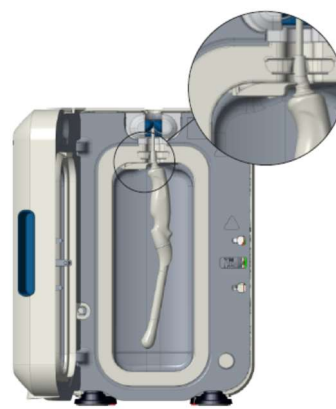

Abbildung 3
- **IPP** The trophon2 Integrated Probe Positioner (IPP) is a fully integrated mechanism in the trophon2 device (see Figure 3 below) that improves the positioning of all approved curved probes in the trophon2 chamber. Refer to the trophon2 User Manual for information on how to use the IPP.
- **IPP** Der Integrierte Sondenpositionierer (IPP=Integrated Probe Positioner) von trophon2 ist ein vollständig in das trophon2 integrierter Mechanismus (siehe Abbildung 3 unten), der die Positionierung aller zugelassenen gebogenen Sonden in der trophon2-Klammer verbessert. Informationen zur Verwendung des IPP finden Sie in der Gebrauchsanweisung des trophon2.
- **IPP** Le guide intégré de mise en place de la sonde (GIS) du trophon2 est un mécanisme entièrement intégré au trophon2 (voir la Figure 3 ci-dessous) qui améliore le positionnement de toutes les sondes convexes homologuées dans la chambre du trophon2. Pour de plus amples informations sur l'utilisation du GIS, veuillez consulter le mode d'emploi du trophon2.